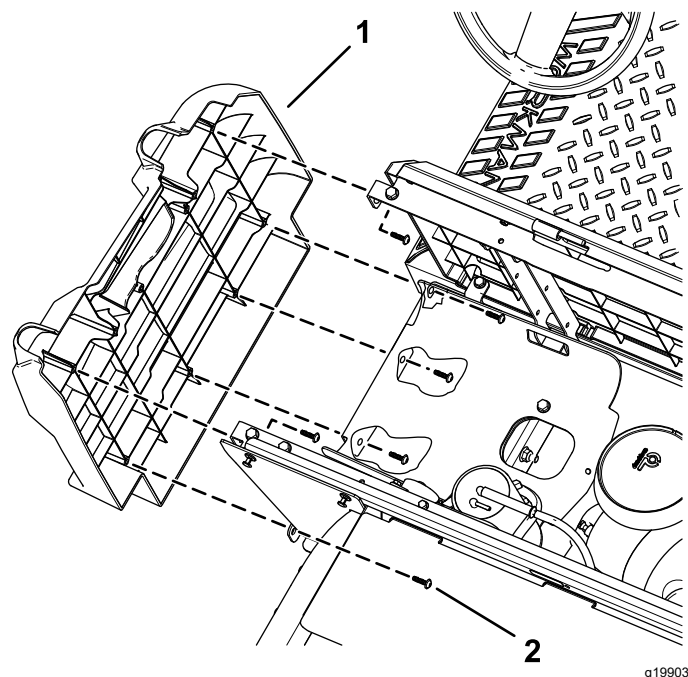

图 9
4. 卸下左侧板上的 6 个梅花头螺丝 M6.0 x 22mm 然后取下左侧板图 9。